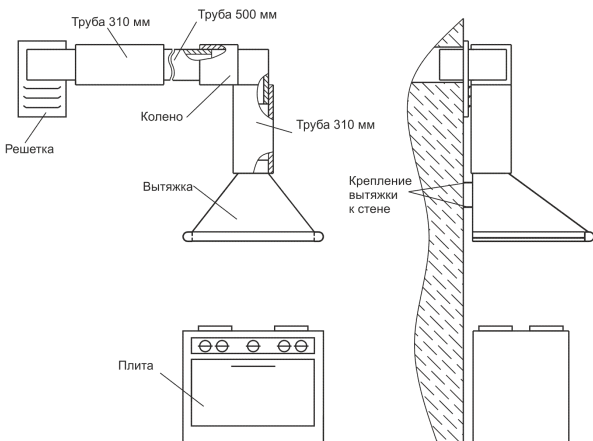

рис. 2
5.4 Исходя из расположения вентиляционного отверстия и кухонной плиты, определите расположение вытяжки, а также необходимое количество труб, колен (рис.1, рис.2), пользуясь следующими данными: